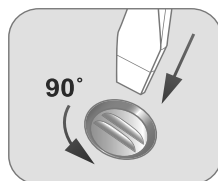

Рис. 8
- Перед подсоединением постфильтра выньте транспортные заглушки, установленные в гнездах JG на входе и выходе постфильтра (см. отсоединение трубок JG, рис. 8б).
- Снимите крышку с водоочистителя, предварительно повернув три фиксатора против часовой стрелки на 90° (рис. 8).